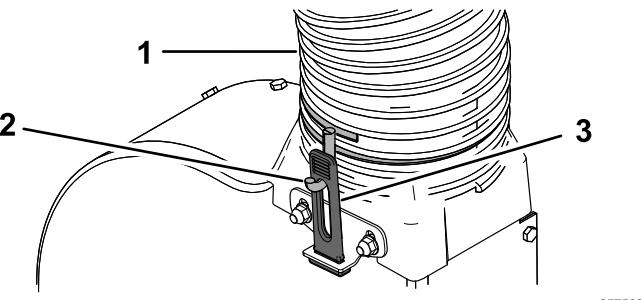

図 22
2. 新しいホースの他方の端部にホースクランプを2-3回ねじ込む図 22。
3. プロアのトランジッショニホースを取り付けるホースがフードから90°程度の曲がりを作るよう取り付ける。必要に応じてホースクランプのフックの向きを調整してゴム製ラッチに合わせ、ラッチをフックに引っ掛けてホースを固定する図22。